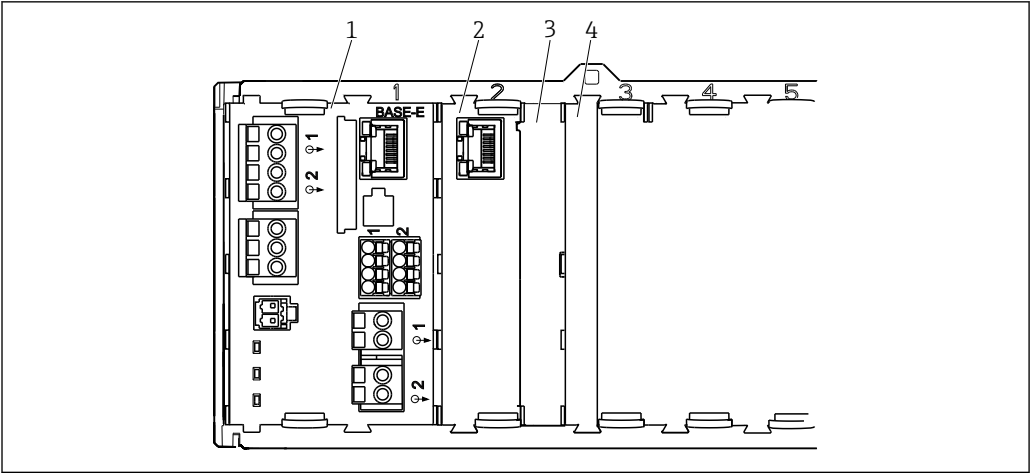

图 27 控制器外壳内接线腔
- ▶ 插槽未全部使用时，必须在最后一个模块右侧的插槽中安装盲板或端盖（→ 图 27, 图 28）。这样才能保证仪表不受冲击影响。